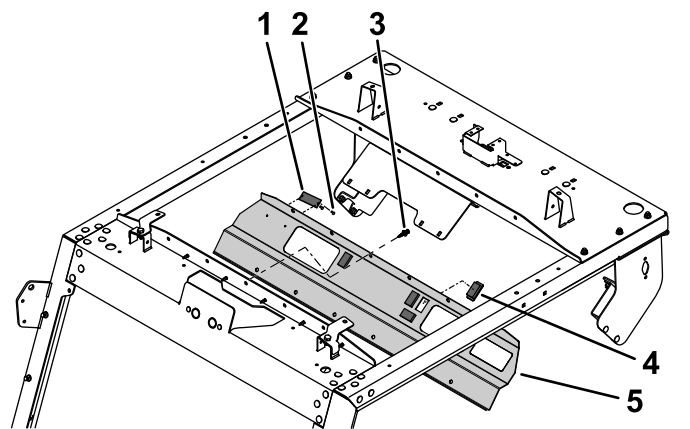

図 9
1. 制御パネルにホールプラグ4個を取り付ける 図 9。
2. ポップリベット 2 本で、シリアル番号プレートをコントロールパネルに固定する 図 9。
3. コントロールパネルについている取り付け穴を、前ルーフマウントの穴に合わせる 図 9。
4. 前パネルを前ルーフマウントに取り付ける12の穴それぞれにプラスチック製リベットを通し、リベットのプランジャをしっかりと押し込んで固定する 図 9。